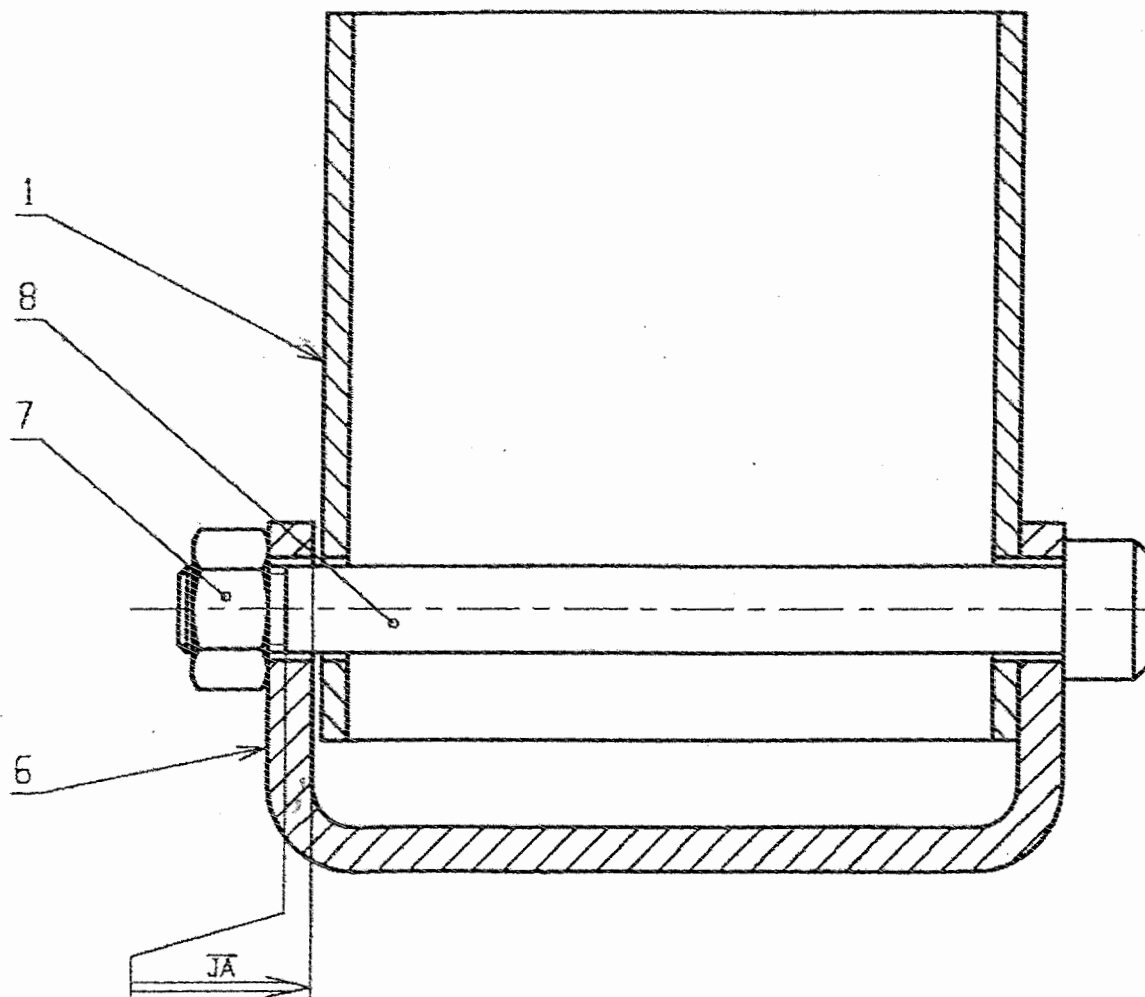

Fig 7
1. Etablir la chaîne de cotes relative à la cote condition Ja sur la fig 7